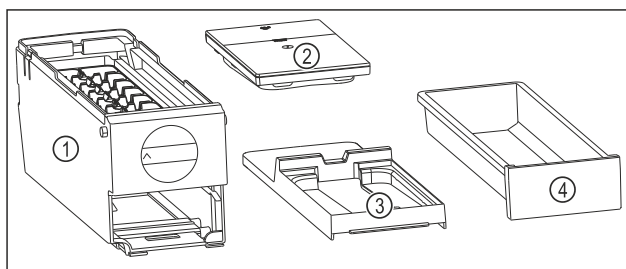

Fig. 123 Części dla EasyTwist-Ice
- ▶ EasyTwist-Ice jest rozłożony na cztery części. (patrz Fig. 123)
- ▶ Należy demontować EasyTwist-Ice wyłącznie na przedstawione części. (patrz Fig. 123)
- ▶ Czyścić korpus EasyTwist-Ice Fig. 123 (1) w całości.